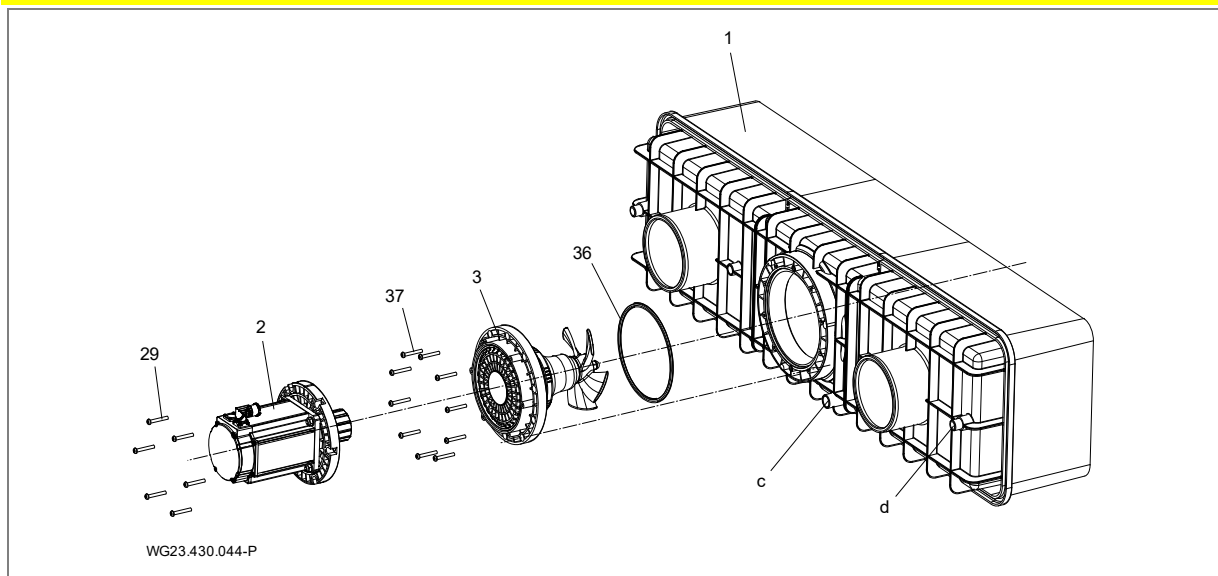

Fig. 16
1. Smør tilslutningsstuds (d, (Fig. 16)) på plasthus (1) og tilslutningsbøsningen på kabelbeskyttelsesslangen (12) med PVC-U/ABS-rens.
Anlægget skal monteres i en skakt, der grænser mod bassinkanten. I opstillingsrummet skal der være upåklagelig ventilation og udluftning samt et tilstrækkeligt bundafløb. Det skal være muligt at montere frekvensomformer og e-tavle samt kabelbeskyttelsesslange (om muligt over vandniveau). Der skal være en tilslutning til potentialudligningen i skakten. Se "Fig. 16" på side 22.